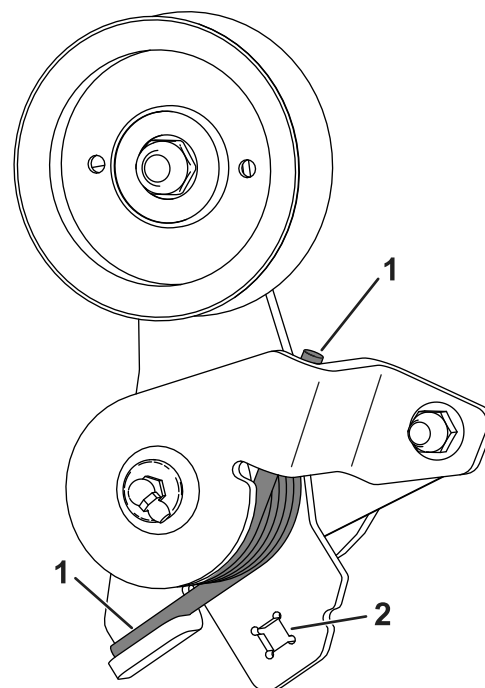

Рисунок 7
4. Установите концы пружины, как показано на Рисунок 7.
5. Вставив ключ на $\frac{3}{8}$ дюйма с храповым механизмом в квадратное отверстие в рычаге натяжного шкива, поверните рычаг натяжного шкива и установите ремень, проложив его вокруг натяжного шкива (Рисунок 7).